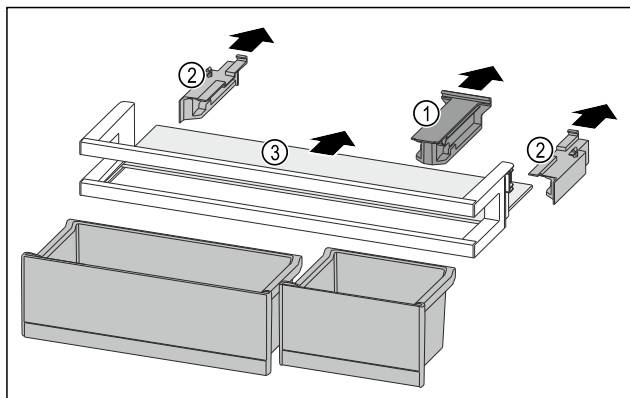

Fig. 195
- ▶ Húzza le a tartóelemet Fig. 195 (1).
- ▶ Húzza le az oldalsó részeket Fig. 195 (2).
- ▶ Vegye ki a tárolólapot Fig. 195 (3).